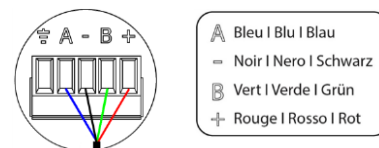

Fig. 62
③. Fissare i cavi con le viti del morsetto rispettando il codice dei colori (Fig. 62).